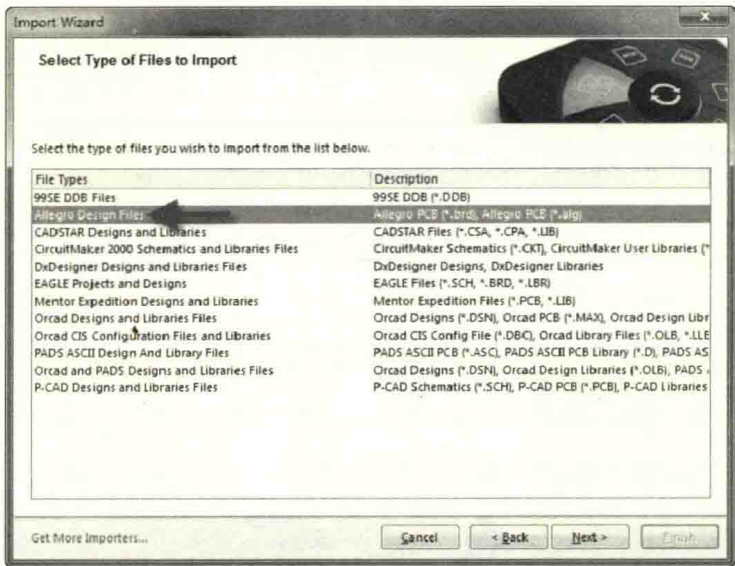

图 11-78 Allegro PCB 转换的添加
(2) 把所转换之后的 BRD 文件直接拖动到 Altium Designer 中, 或者打开 Altium Designer, 执行菜单命令“File-Import Wizard”, 根据向导, 选择“Allegro Design File”导入选项, 如图 11-78 所示。然后单击“Next”按钮, 把需要转换的 BRD 文件加载进来, 单击“Next”按钮,